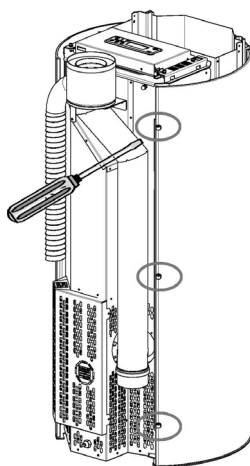

Fig. 73 - Remover os parafusos
- Desaparafusar os parafusos traseiros das paredes laterais (ver **Fig. 73**).